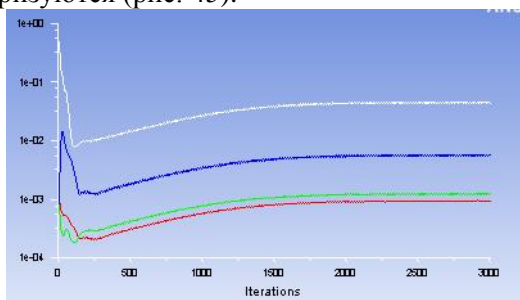

Рис. 45 - Поведение невязок при расчете на модели турбулентности Спаларта-Алмараса
**Шаг 13.** Затем производится инициализация (аналогично шагу 6) и запускается расчет (аналогично шагу 7). После порядка 2500 итераций невязки линейризуются (рис. 45).